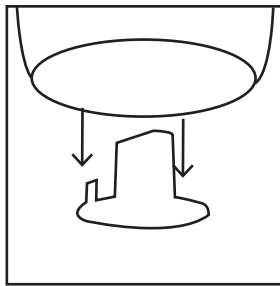

Fig. 2
3. Desenrosque el soporte de la bombilla ubicado debajo de el aparato para obtener acceso a la bombilla. (Fig. 2)